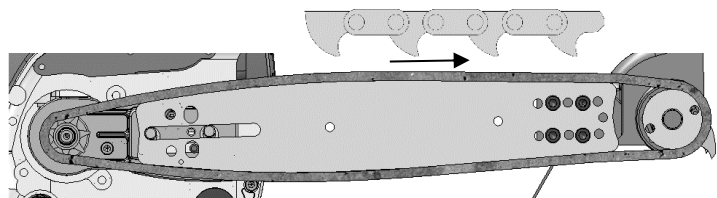

Fig. 3: Påsetting av kjeden
- > Legg nå kjeden rundt ritselen på motorsagen og rundt drivritselen. Sett inn drivleddene i skinnen. Sørg for korrekt løperetning på kjeden (fig. 3).